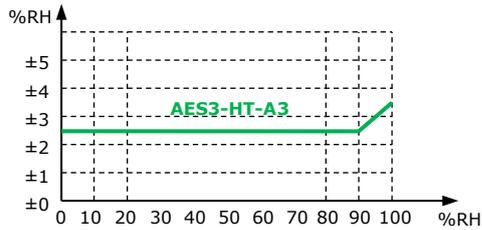

Abbildung 1: Maximale RH-Toleranz bei 25 °C (77 °F) je Sensortyp
-TH Feuchtesensor Bereich Messgenauigkeit Hysterese Wiederholbarkeit Stabilität	Kapazität Sensorelement 0...100% RH Siehe Abbildung 1 $\pm 1\%$ $\pm 0.1\%$ < 0,5% / Jahr